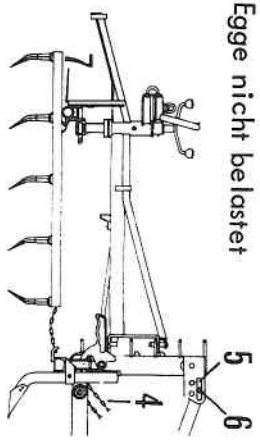

Abb. 37
- b) Leichte Belastung (Abb. 37)